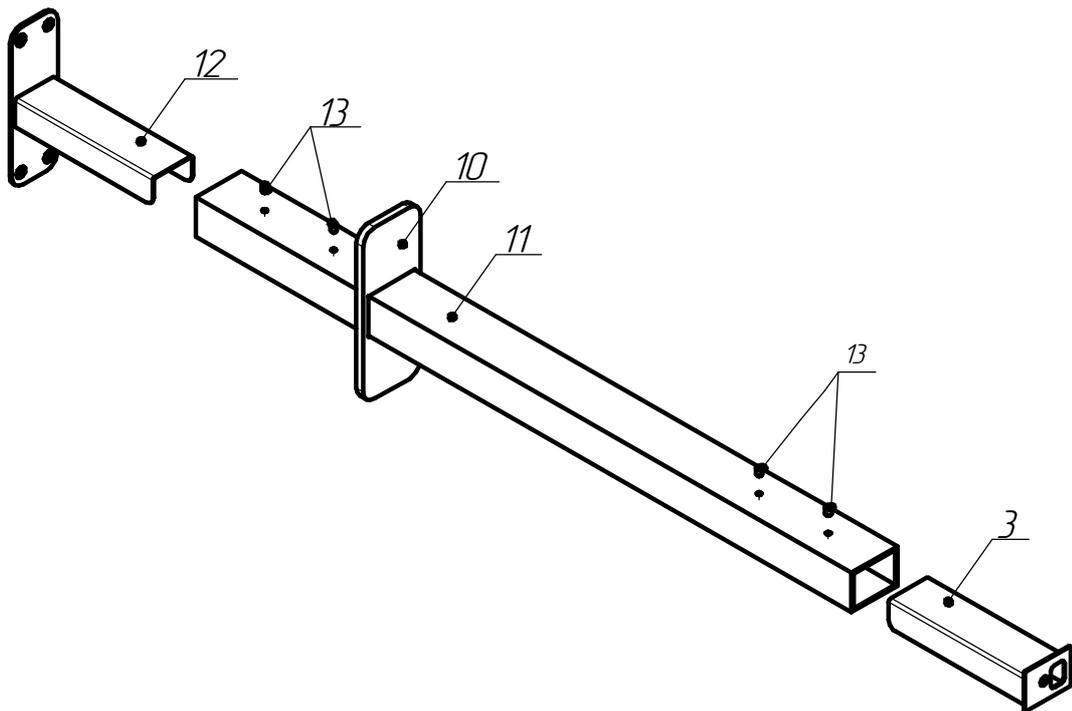

Рисунок 2 - Кронштейн светильника ДБО43
5.3 Разберите кронштейны крепления светильника ДБО43, выкрутив установочные винты М4 (13) (см. рис. 2).